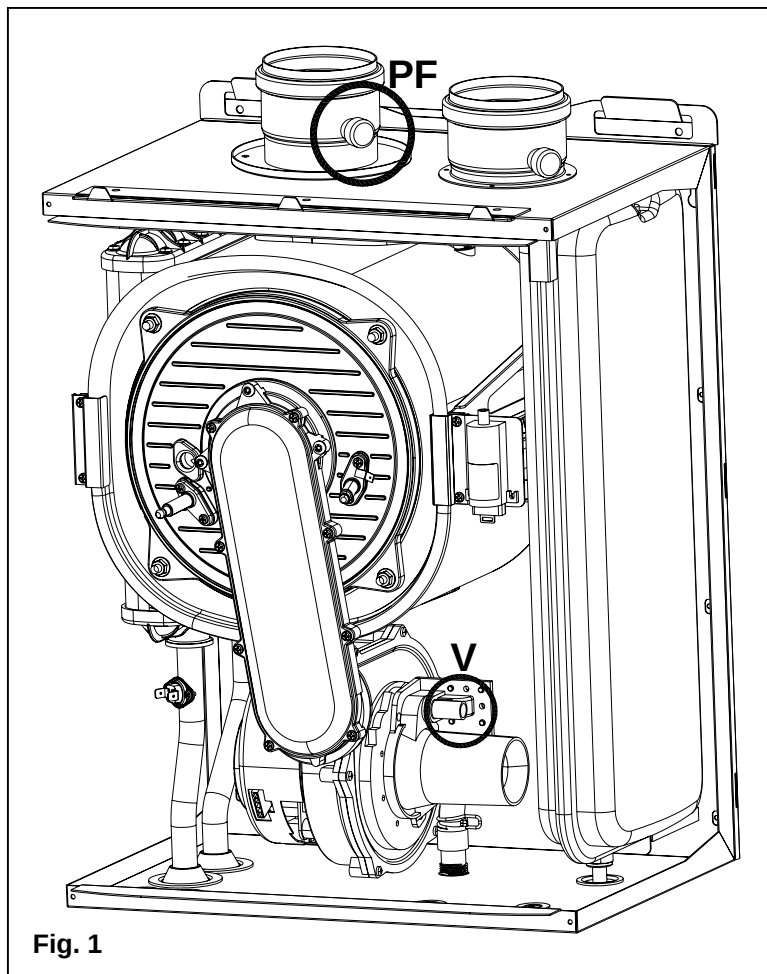

Fig. 1
- letto il valore di CO₂ nello strumento se questo non fosse corrispondente al valore sopra indicato agire sulla vite **V** (fig.1) del venturi in senso orario per diminuire il valore di CO₂ viceversa per aumentare ;